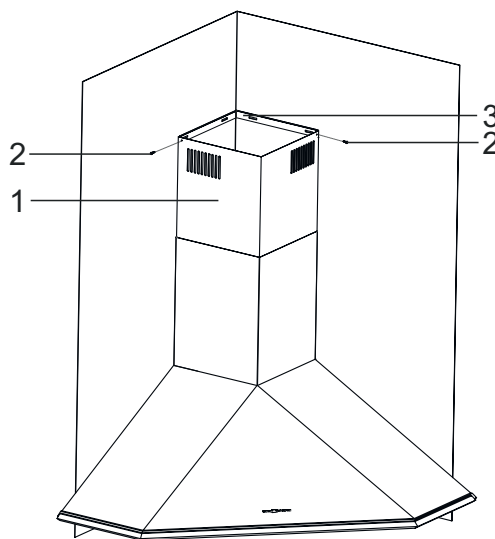

Fig. 16
- Fissare la canna fumaria interna alla piastra di collegamento della canna fumaria dai lati destro e sinistro con le viti, tirandola verso l'alto Fig. 16.